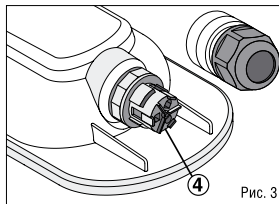

Рис. 3
к клеммной колодке ④ в коннекторе в соответствии с указанной маркировкой: 1 – клемма L1, 2 – клемма N, 3 – клемма L2 (Рис. 3). Клемма L2 предназначена для реализации вкл/выкл внешнего выключателя светильника. Проверить надежность электри-